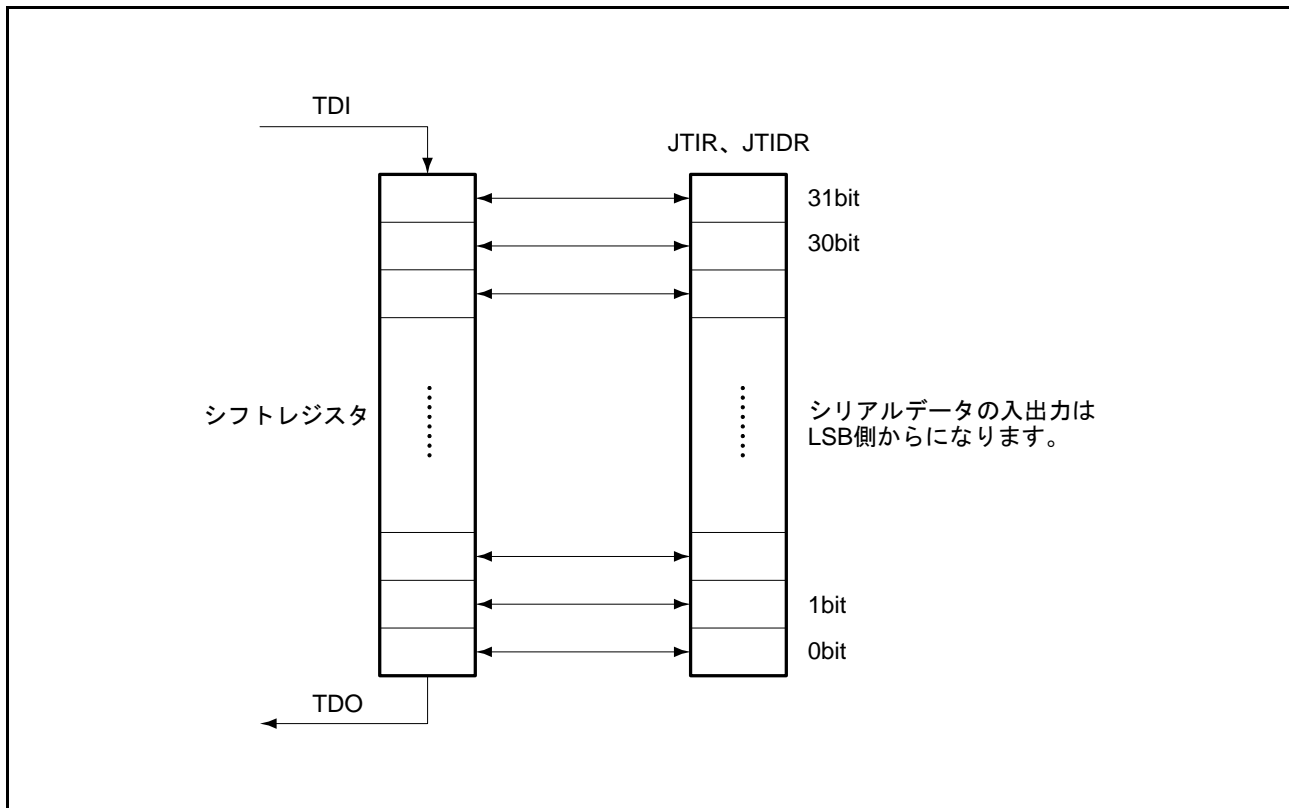

図 44.3 シリアルデータ入出力
(1) シリアル転送時、データの入出力はLSB側からとなります。図 44.3 に示します。